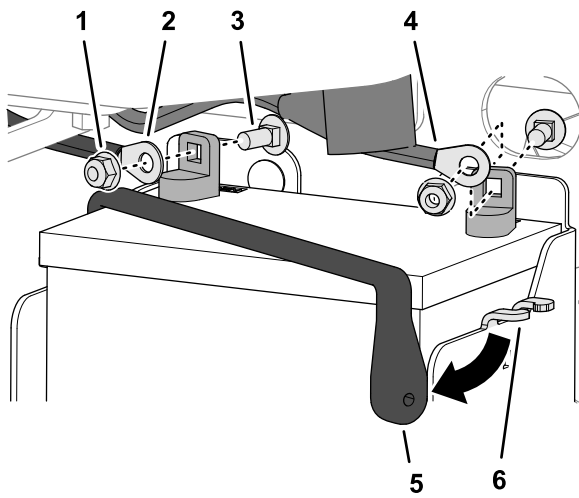

Figura 85
2. Retire la contratuerca con arandela prensada y el perno de cuello cuadrado que sujetan el cable negativo a la batería, y retire el cable de la batería (Figura 85).
- Deslice hacia atrás el capuchón aislante del cable positivo de la batería (Figura 85).
- Retire la contratuerca con arandela prensada y el perno de cuello cuadrado que sujetan el cable positivo a la batería, y retire el cable de la batería (Figura 85).
- Retire la correa de la batería de la pestaña de la caja de la batería (Figura 85).
- Sujete la batería a la caja de la batería con la correa (Figura 85).
- Conecte el cable positivo de la batería al borne positivo de la batería con el perno de cuello cuadrado y la contratuerca con arandela prensada (Figura 85).
- Conecte el cable negativo de la batería al borne positivo de la batería con el perno de cuello cuadrado y la contratuerca con arandela prensada (Figura 85).